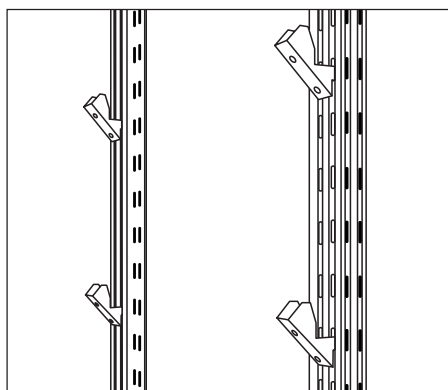

Рис. 8. Установка кронштейнов.
2. Определитесь с уровнем расположения полок, установите на всех спаренных стойках кронштейны для полок на одном уровне (рис. 8).